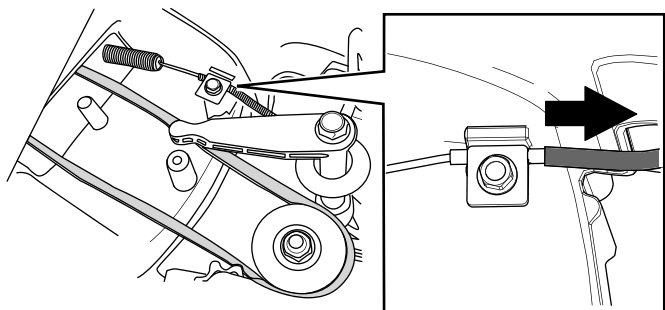

Figura 35
6. Tire de la cubierta del cable para eliminar la holgura (Figura 35).